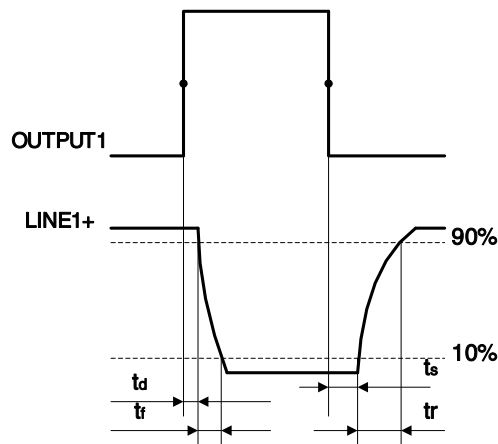

图 7-6 光耦隔离输出电路参数
- 上升沿延时=tr+td: <50μs (0°C~45°C), 参数说明见图 7-6
- 下降沿延时=ts+tf: <50μs (0°C~45°C), 参数说明见图 7-6
- 上升沿延时=tr+td: <20μs (0°C~45°C)，参数说明见图 7-6
- 下降沿延时=ts+tf: <20μs (0°C~45°C)，参数说明见图 7-6